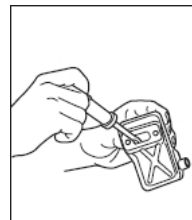

FIG. 17
1. Retire el silenciador (Fig. 17), introduzca un destornillador en el orificio de escape y limpie cualquier depósito de carbón. Al mismo tiempo, limpie cualquier acumulación de carbón en el orificio de escape del silenciador y en el orificio de escape del cilindro.